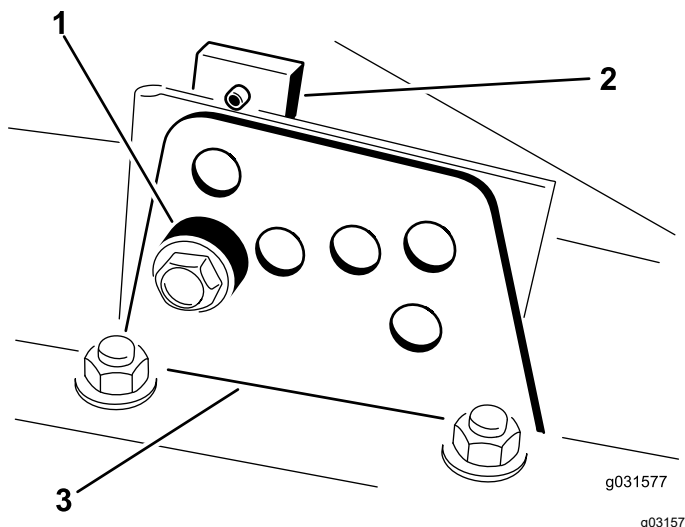

Bild 19
2. Lockern Sie die Schrauben, mit denen die Schnitthöhenhalterungen an der Schnitthöhenplatte (vorne und an beiden Seiten) befestigt sind, siehe (Bild 19).
4. Entfernen Sie das Distanzstück, während Sie gleichzeitig die Kammer abstützen (Bild 19).